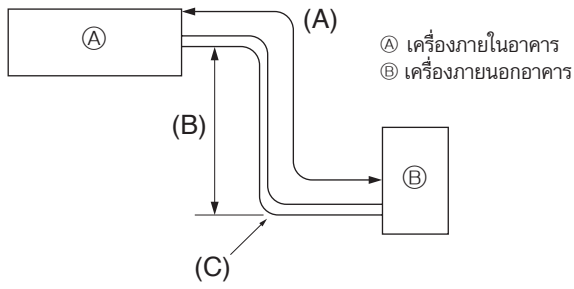

Fig. 4-1
4.1. ท่อสารทำความเย็น (Fig. 4-1)